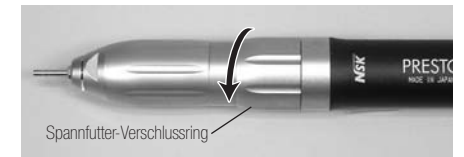

Abb. 9
- 2) Das Herausnehmen eines Bohrers geschieht durch Drehen des Spannfutter-Verschlussrings in Pfeilrichtung gemäß Abb. 9.